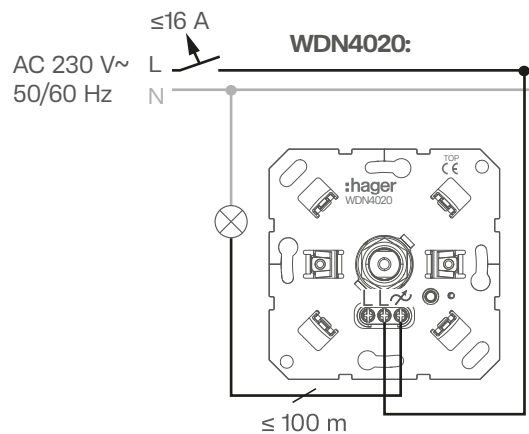

Bild 4: Anschlussplan
- 1 Dimmer (7) gemäß Anschlussplan anschließen (Bild 4).